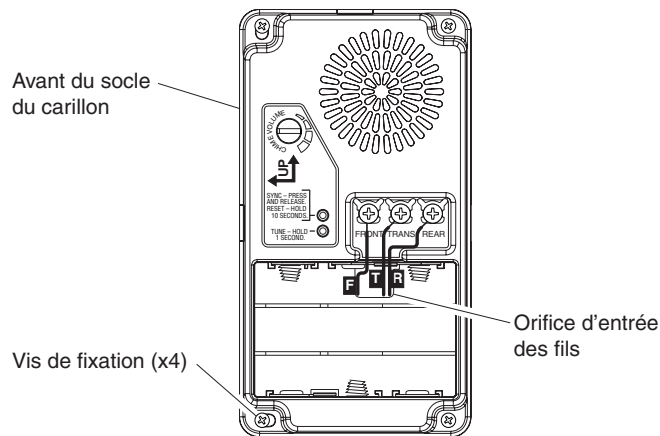

Figure 11
- Servez-vous des 4 orifices de montage du carillon comme modèle (voir la Figure 11).